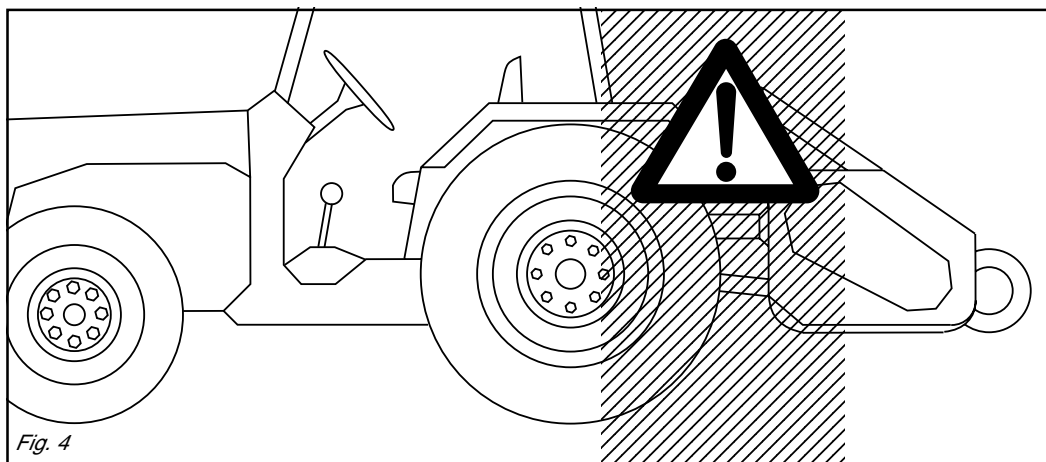

Fig. 4
24) È assolutamente vietato interpersi tra il trattore e la macchina (Fig. 4) con motore acceso e cardano inserito nonché senza aver azionato il freno di stazionamento ed aver inserito, sotto le ruote, un ceppo o un sasso di bloccaggio.
28) È assolutamente vietato interpersi fra il trattore e l'attacco della macchina per manovrare il comando dall'esterno per il sollevamento (Fig. 4).
24) *It is absolutely forbidden to stand between the tractor and the implement (Fig. 4) when the engine is running and the cardan shaft is engaged without having first engaged the hand brake and placed a block or stone under the wheels to prevent them from moving.*
28) *It is absolutely forbidden to stand between the tractor and the implement when manoeuvring the lift control from the outside (Fig. 4).*
24) Es ist absolut verboten, bei laufendem Motor und eingeschalteter Gelenkwelle zwischen den Schlepper und das Gerät zu treten (Abb. 4). Dazu muß die Feststellbremse gezogen werden und unter die Räder ein Bremskeil oder ein großer Stein gelegt worden sein.
28) Es ist absolut verboten, zwischen den Schlepper und den Anschluß zu treten, um die Aushebung von außen zu betätigen (Abb. 4).
24) *Il est absolument interdit de se mettre entre le tracteur et l'appareil (Fig. 4) quand le moteur est en marche et le cardan enclenché, sans avoir tiré le frein de stationnement et bloqué les roues avec une cale ou un caillou. Se tenir à une distance de sécurité du broyeur en fonctionnement, à cause du lancement possible d'objets contondants.*
28) *Il est absolument interdit de se mettre entre le tracteur et l'attelage pour manoeuvrer la commande de relevage de l'extérieur (Fig. 4).*
24) Está terminantemente prohibido colocarse entre el tractor y el equipo (Fig. 4) con motor encendido y cardán inserido, o sin haber accionado el freno de estacionamiento y de colocar, debajo de las ruedas, una piedra u otro elemento de bloqueo.
28) Está absolutamente prohibido colocarse entre el tractor y el enganche para maniobrar el mando desde el externo en la fase de elevación (Fig. 4).